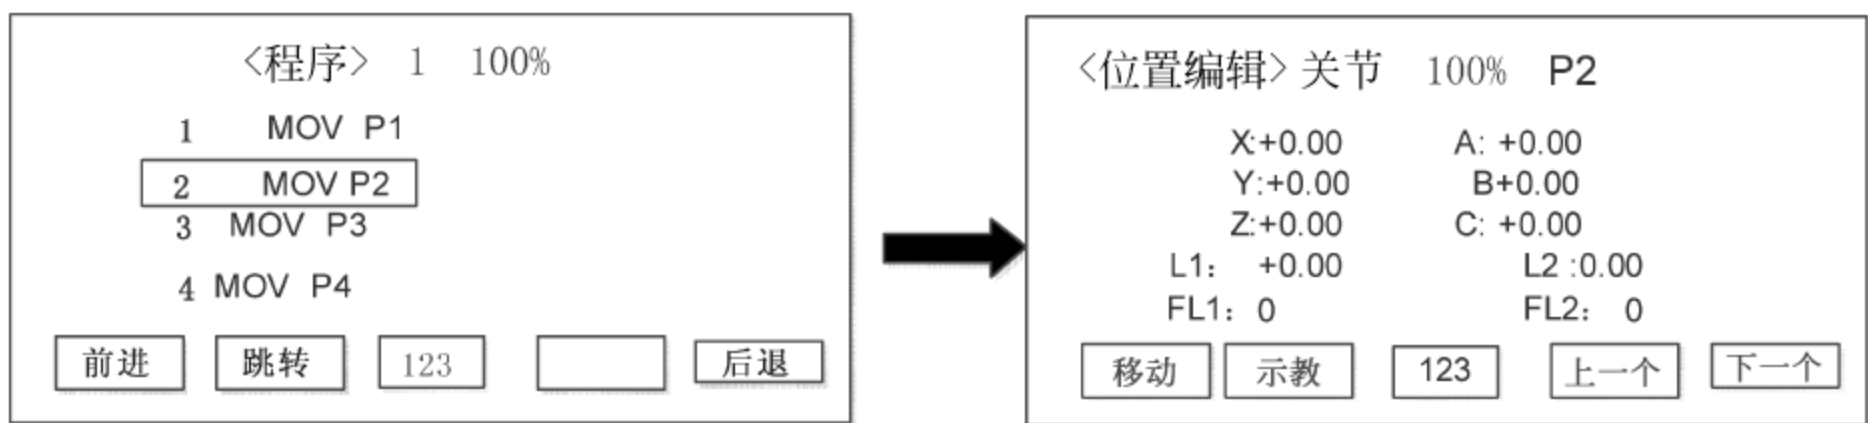

图 4-14 进入“位置编辑”界面
① 使用 JOG 功能,将机器人直接移动到(预定的)P5 点,并在显示屏上观察“当前点”的数据。
② 在“指令编辑”界面按下切换键进入“位置编辑”界面,如图 4-14 所示。